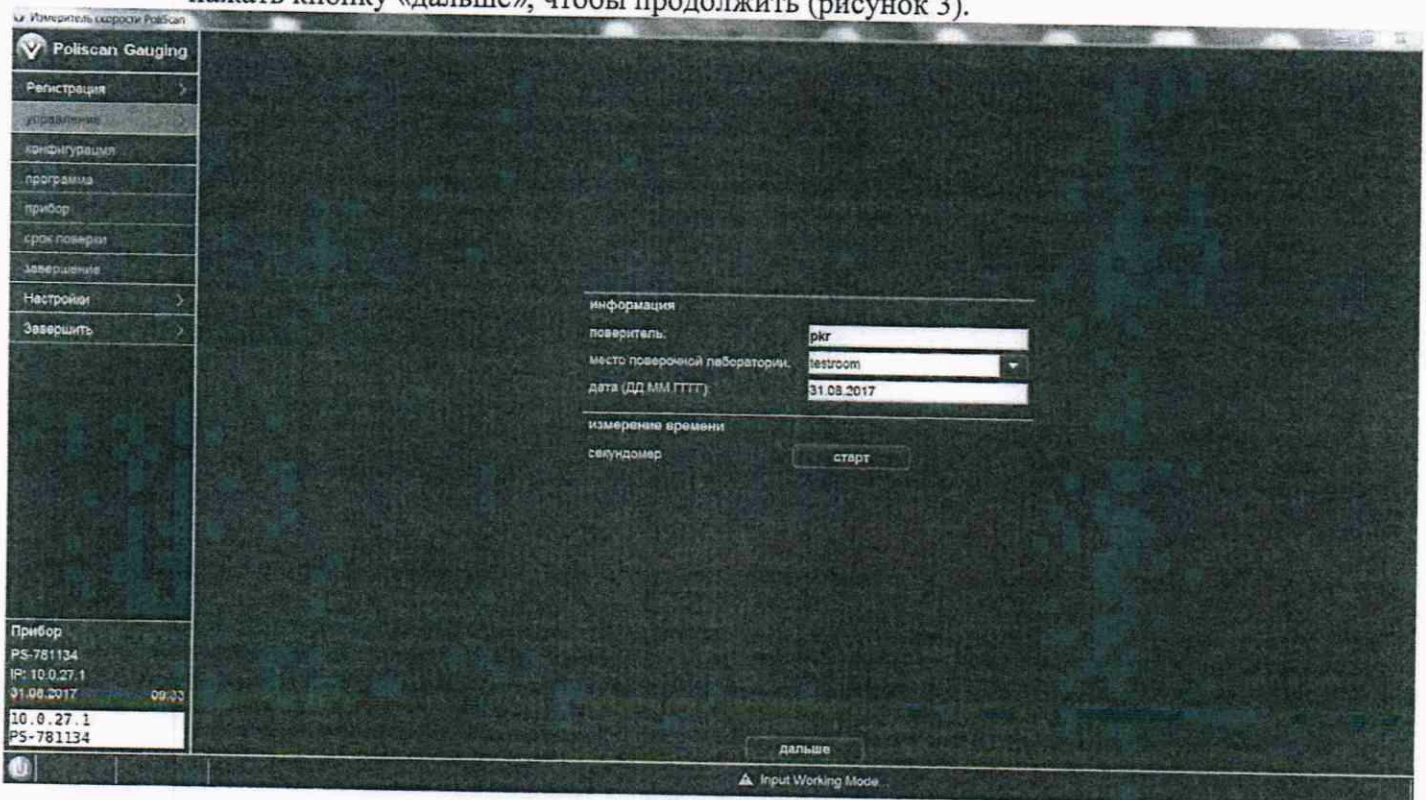

Рисунок 3
- нажать кнопку «дальше», чтобы продолжить (рисунок 3).